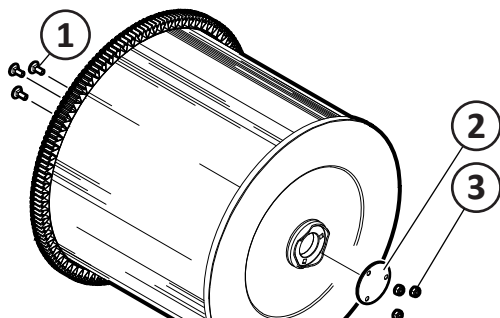
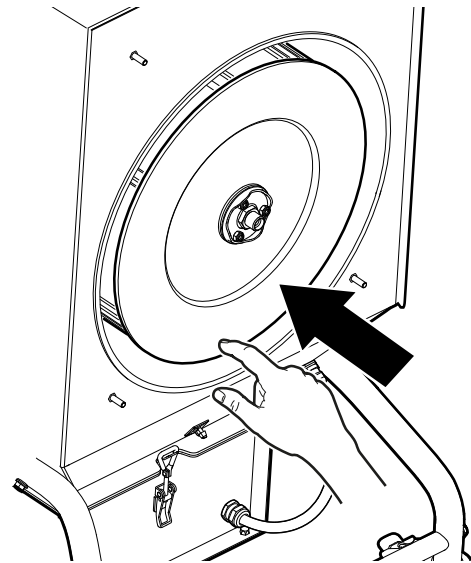
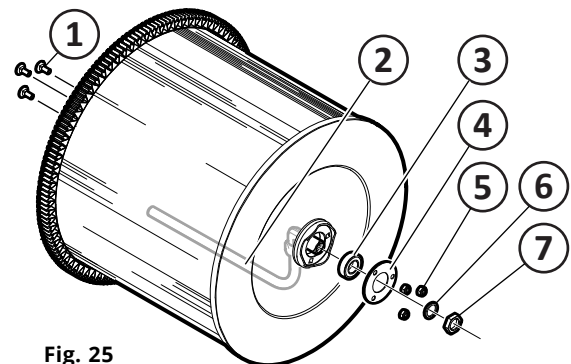

Fig. 23
Fig. 24
Fig. 25
1. Remontez les boulons de carrosserie (pos. 1, Fig. 23) à l'intérieur de la cartouche de filtre.
2. Remontez la plaque de protection (2) et vissez en place avec les contre-écrous (3).
3. Poussez doucement la nouvelle cartouche de filtre horizontalement jusqu'à ce que la couronne dentée tombe des brosses de filtre (Fig. 24).
6. Remontez les boulons de carrosserie (pos. 1, Fig. 25) et la buse (2) à l'intérieur de la cartouche de filtre.
7. Montez le palier (3), remettez en place la plaque de protection (4) et vissez à l'aide des contre-écrous (5).
8. Vissez en place la buse (2) avec la rondelle (6) et l'écrou (7).
9. Poussez doucement la nouvelle cartouche de filtre horizontalement jusqu'à ce que la couronne dentée tombe des brosses de filtre (Fig. 24).